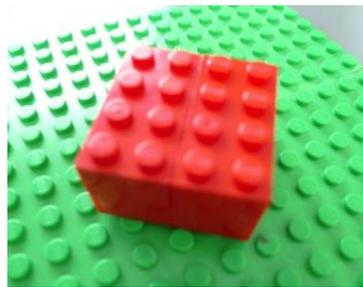

図2 オブジェクト
- ・ 円柱の上にオブジェクト（図2）を置く。スタートする前に各チームの代表者が自由に置ける。